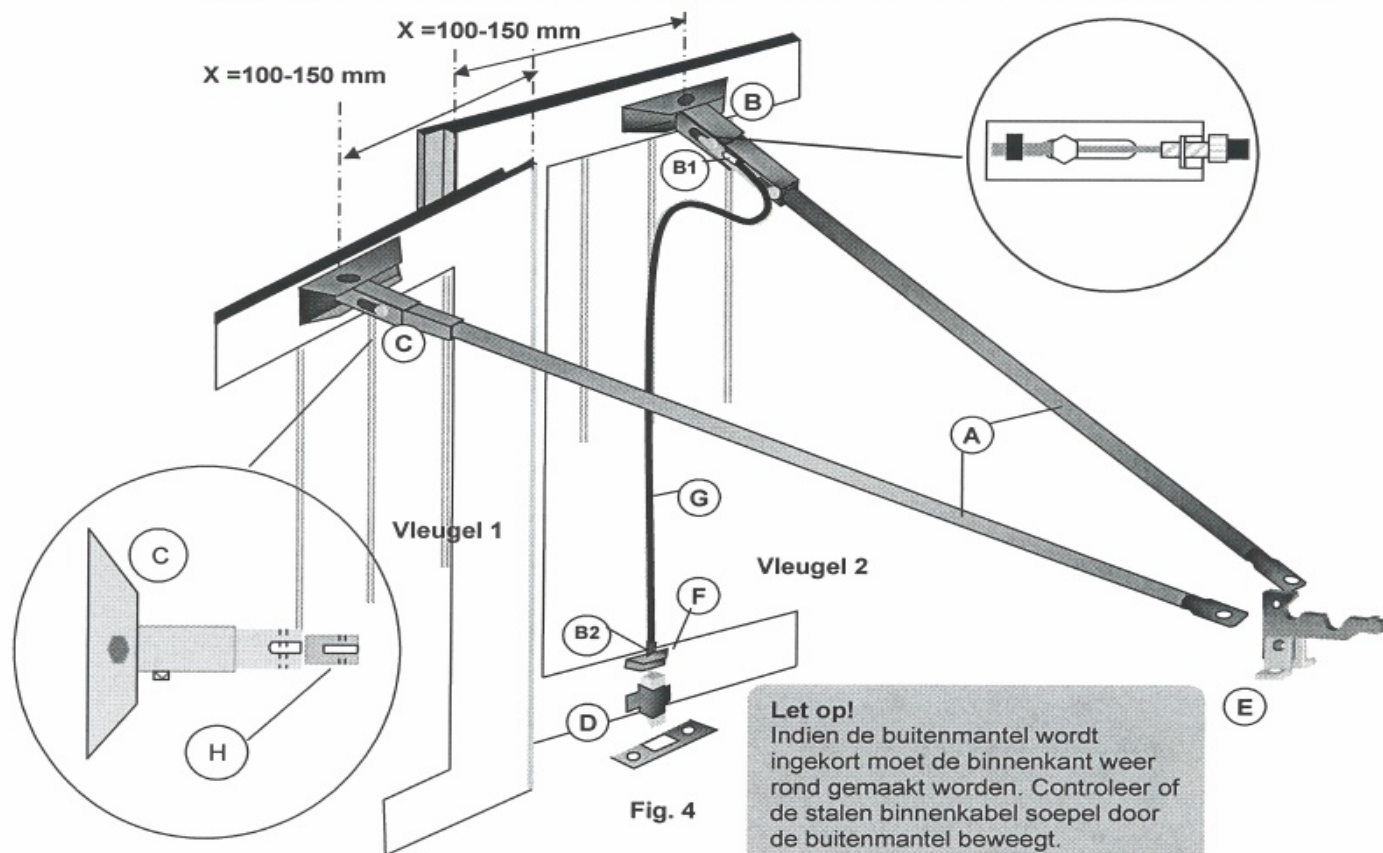

Fig. 4
Bevestig nu aan iedere stang (A) de bevestigingsbeugels (B+C). Zie fig.4
### 3 Montage van de snappersluiting Zie fig. 4